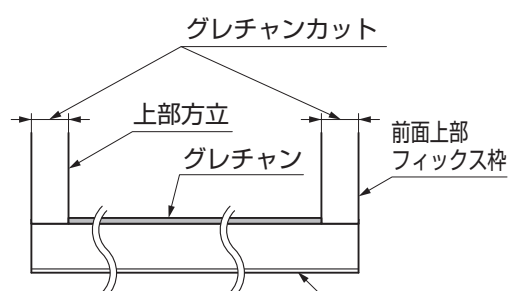

図4-4
- 妻梁レールに取付けるグレチャンが上部方立、前面上部フィックス枠に干渉する場合は切断してください。(図4-4参照)
- ①妻梁レールを端部柱と前面上部フィックス枠、躯体と上部方立のそれぞれのすき間にスライドしてはめ込み、【44-2】、【44-3】または【45-2】、【45-3】で取付けてください。